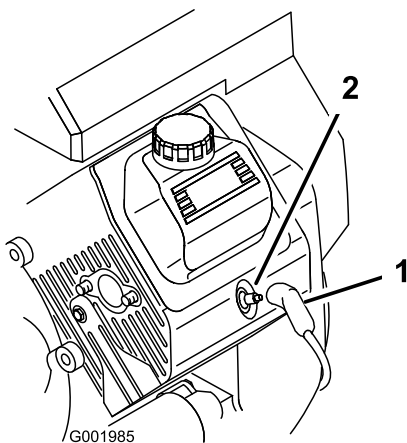

Bild 52
3. Ziehen Sie die Kabel von den Zündkerzen ab (Bild 52).
3. Stecken Sie die Kabel auf die Zündkerzen (Bild 52).